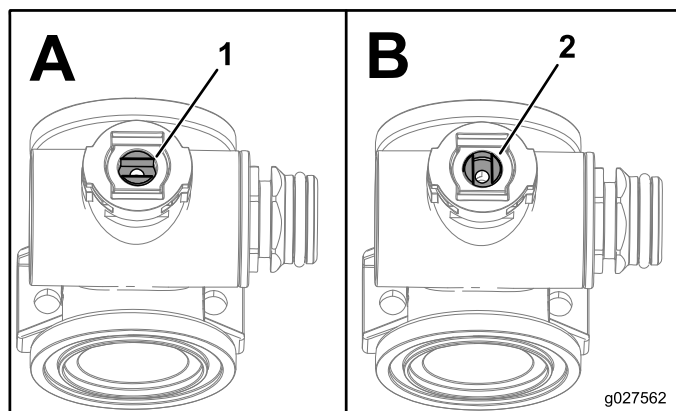

**Figure 70**
3. Pour les vannes des sections droite et gauche, retirez les boulons à embase et les contre-écrous à embase qui fixent la ou les vannes de section au support, puis déposez le ou les collecteurs de la machine ; pour la vanne de section centrale, déposez le collecteur correspondant de la machine (Figure 70).